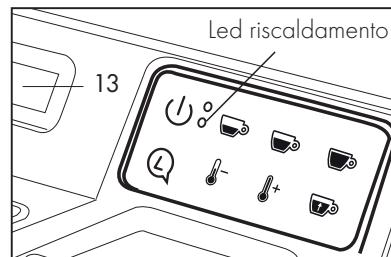

Fig. 5
- Il led riscaldamento blu lampeggia ad intermittenza e sul Display (13) compare la scritta riscaldamento; una volta raggiunta la temperatura il led blu si illumina in modo fisso indicando che la macchina è pronta per l'utilizzo. (**Fig. 5**)